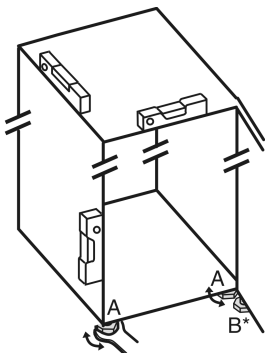

Fig. 24
- ▶ Extrageți prin rotire picioarele reglabile Fig. 24 (A) cu cheia fixă atașată și cu ajutorul unei nivele cu apă, până când aparatul este fix și aliniat plan.
- ▶ Extrageți prin rotire piciorul reglabil Fig. 24 (B) de la suportul de lagăr cu cheia fixă atașată, până când acesta atinge solul.
- ▶ Continuați să rotiți piciorul reglabil Fig. 24 (B) cu 90°.